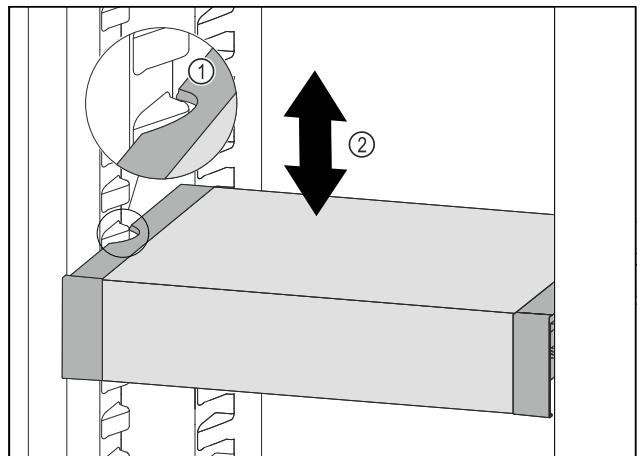

Fig. 67
- Tirare VarioSafe in avanti fino a quando le cavità laterali di VarioSafe non si trovano al livello della nervatura del contenitore nel vano frigorifero. Fig. 67 (1)
- ▶ Spostare VarioSafe verso l'alto o verso il basso nel vano frigorifero fino a raggiungere l'altezza desiderata. Fig. 67 (2)